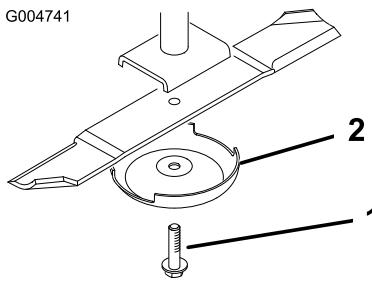

Figura 84
- Retire del eje de la cuchilla el perno de la cuchilla, el protector de césped y la cuchilla (Figura 84).